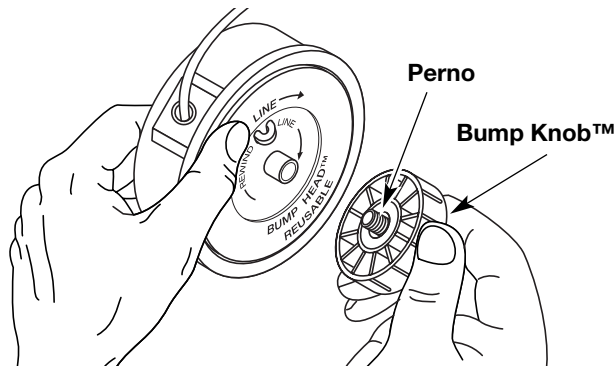

Fig. 11
1. Sostenga la bobina exterior con una mano y desenrosque la Bump Knob™ en sentido antihorario (Fig. 11). Inspeccione el perno de adentro de la perilla percusiva para verificar que se mueva con libertad. Cambie la perilla percusiva si está dañada.
1. Sostenga la bobina exterior con una mano y desenrosque la perilla percusiva en sentido antihorario (Fig. 11). Inspeccione el perno dentro del botón de tope para verificar que se mueva con libertad. Cambie el botón de tope si está dañado.